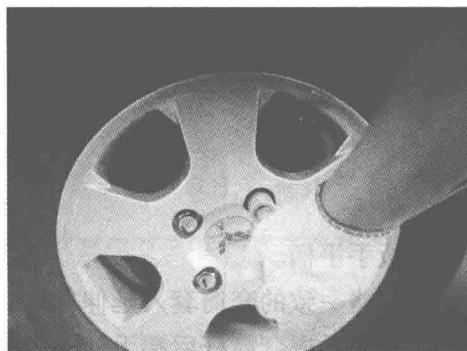

图 1-1-7 套筒扳手的使用
4) 使用棘轮手柄时, 要朝自己方向用力拉动手柄(图1-1-7)。